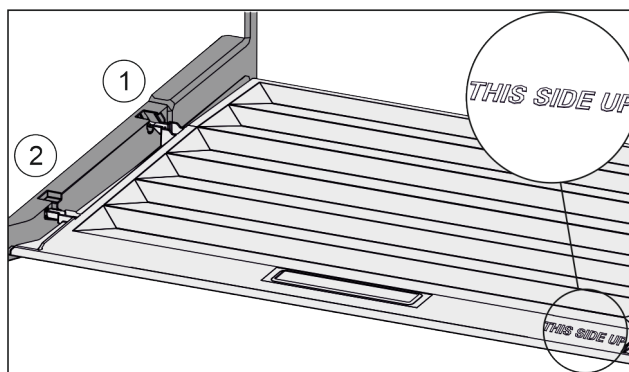

Fig. 40
- ▶ Výstupky víka zavedte do zadních držáků Fig. 40 (1) a vpředu zaklesněte do držáku Fig. 40 (2).